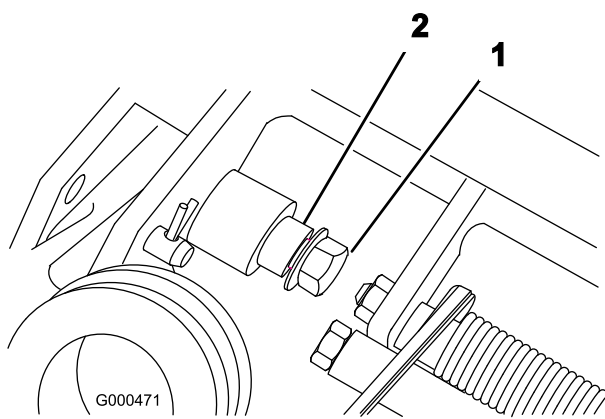

Figura 4
1. Retire a porca flangeada de bloqueio da cavilha e mova os pinos em cada um dos lados do cortador (Figura 4).